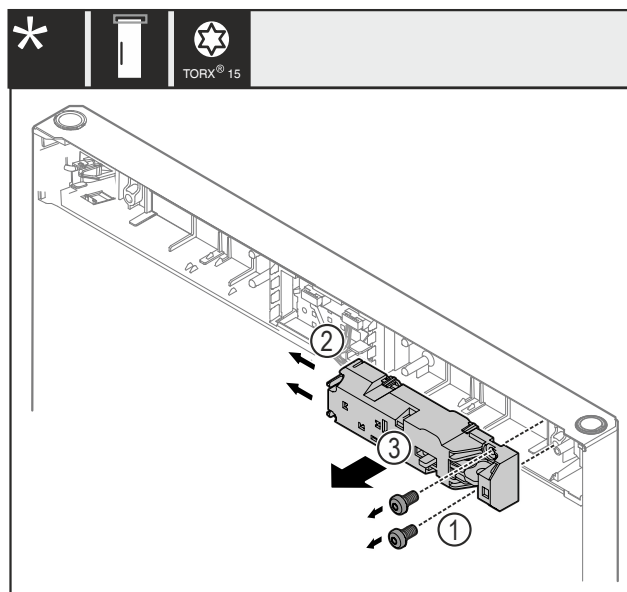

Fig. 21
- Odvrnite vijke Fig. 21 (1).
- Pritisnite jezičce Fig. 21 (2) na stranu i skinite daljinsku bravu Fig. 21 (3).